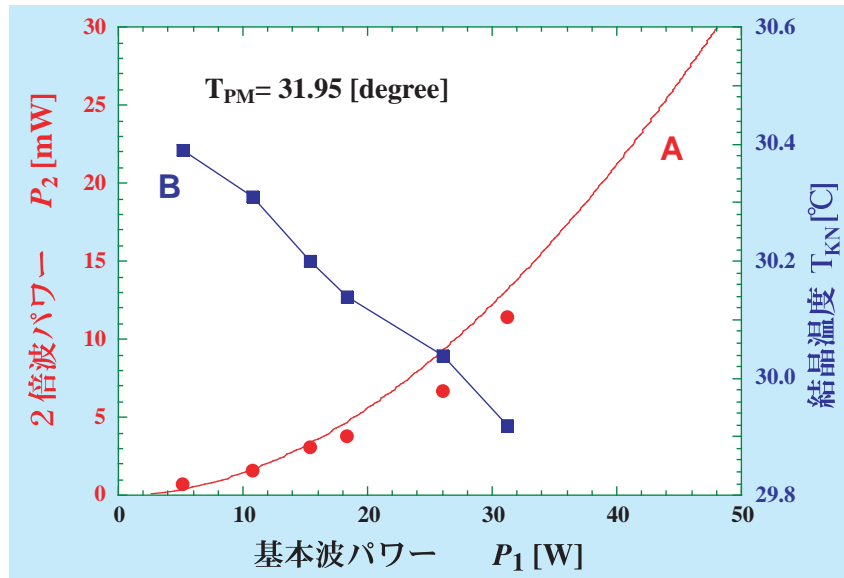

図4 2倍波パワー ( A ) と結晶温度 ( B ) の基本波入力パワー依存性
図 4 に理論計算と測定結果を示す。A は波長 430.7nm の 2 倍波パワーと基本波入力パワーの関係である。は測定値で、基本波入力パワーが 0 - 31.2 mW の範囲で測定を行った。変換効率は入力パワーとともに増加し、入力パワーが 31.2mW の場合に、最大の 2 倍波パワー 11.4mW が得られた。これは 36.5% の変換効率に相当する。実線は (1) 式による理論計算結果で、測定値とほぼ一致している。入力パワーが 25mW 以上で両者にわずかな差が見られるが、これは結晶内での基本波吸収によるものである。KN 結晶では 2 倍波が存在する場合に、基本波の吸収が増加することが知られており、共振器損失の増加により変換効率が低下する。この効果は図 4 B で示される結晶温度の入力パワー依存性からも明らかである。波長 430.7nm の第 2 高調波発生に対する位相整合温度は、Sellmeier 方程式から 31.95 C と算出されるが、測定値はこれより 1 C 以上低く、入力パワーとともに低下する傾向にある。これは結晶中の基本波吸収による発熱が原因である。この実験では Ti:sapphire レー
ザーの励起光源の制約から、入力パワーは31.2mW以下に制限されたが、図4からわかるように、入力パワーの増大により50%以上の変換効率が期待できる。